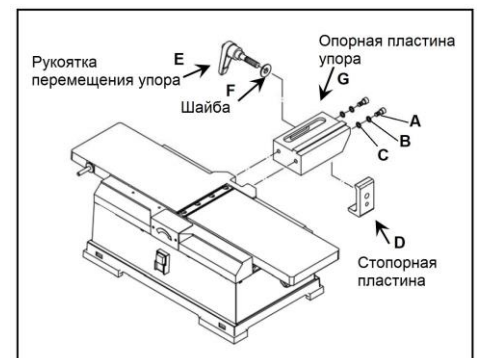
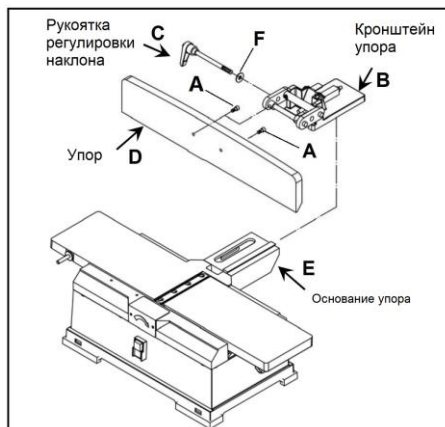
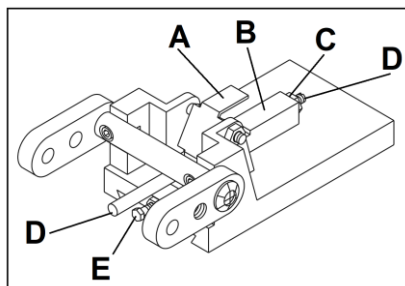

Рисунок 2
Рисунок 5
Рисунок 6
- Прикрепите основание упора (G, Рисунок 2) к фуговальному станку с помощью винтов (М6х16, А, Рисунок 2), плоских шайб (М6, В, Рисунок 2) и контршайб (М6, С, Рисунок 2).
- Вставьте стопорную пластину (D, рисунок 2) в основание упора. Установите стопорную пластину так, чтобы штифты касались нижнего края основания упора.
- Закрепите стопорную пластину в требуемом положении с помощью рукоятки перемещения упора (Е, Рисунок 2) и шайбы (F, Рисунок 2).
- Прикрепите упор (D, Рисунок 5) к кронштейну упора (B, Рисунок 5) с помощью двух винтов (M6x20, A, Рисунок 5).
- Наденьте упор и кронштейн на соединение «ласточкин хвост» основания упора (E, рис. 5) и стопорную пластину (D, рис. 2).
- Задвиньте упор вперед так, чтобы он находился над столами строгального станка. В этом положении край ограждения ножевого вала будет упираться в упор, и ножевой вал будет закрыт по всей ширине. Зафиксируйте кронштейн в этом положении с помощью рукоятки перемещения упора (E, Рисунок 2).
- Вставьте рукоятку регулировки наклона упора (C, Рисунок 5) с шайбой (F, Рисунок 5) через правую петлю и вкрутите в левую.
- Убедитесь, что ограничительная пластина (A, Рисунок 6) упирается в паз блока (B, Рисунок 6). Установите упор на вал (D, Рис. 6) и зафиксируйте положение упора с помощью рукоятки регулировки наклона (C, Рис. 5).
ослабьте рукоятку регулировки наклона (C, Рисунок 5), ослабьте гайку (C, Рисунок 6) и поверните вал (D, Рисунок 6) с помощью отвертки, пока упор не будет расположен перпендикулярно столу. Зафиксируйте положение упора, затянув гайку (C, Рисунок 6).
- С помощью датчика угла наклона или транспортира, проверьте положение ограничителей угла поворота внутрь и наружу под 45°. Ограничитель угла поворота на 45° внутрь (E, Рисунок 6) - это болт, расположенный под валом. Ограничитель угла поворота на 45° наружу расположен в верхней части упора. Если требуется регулировка, ослабьте гайку, поверните болт в требуемое положение и снова зафиксируйте его гайкой.